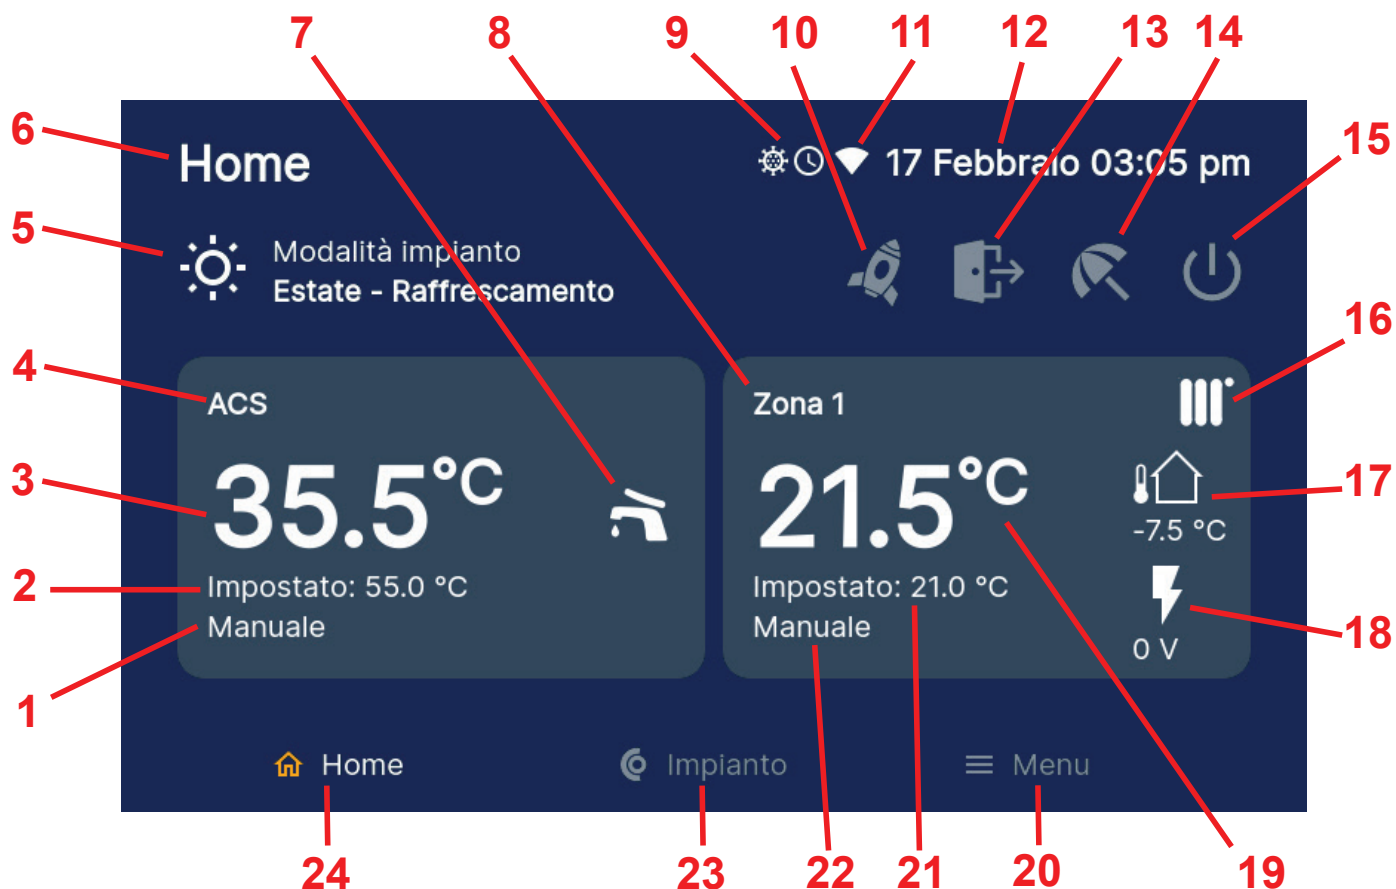

Figura 7-1 - Schermata principale
- Se si è in modo **Utente** o **Misto** nel periodo invernale impostare sul pannello di controllo una temperatura più alta di quella rilevata, agendo sulla schermata "8" di Figura 7-1;
- Se si è in modo **Utente** nel periodo estivo impostare sul pannello di controllo una temperatura più bassa di quella rilevata, agendo sulla schermata "8" di Figura 7-1;
- 4.-Se l'impianto è dotato di circuito ACS verificare che la PdC ne soddisfi la richiesta impostando una temperatura di qualche grado superiore da quella rilevata dalla sonda agendo sulla schermata "4" di Figura 7-1;
Legenda di Figura 7-1
Dalla schermata principale, toccare l'area "4" di Figura 7-1 "ACS" (con funzione attiva) per impostare il modo di funzionamento e la temperatura dell'acqua.